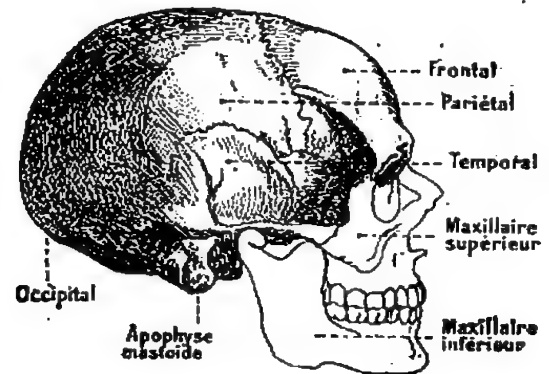

Fig. 132. — Les os de la tête humaine.
**3. Tête.** — Dans la tête (fig. 132), on distingue le *crâne* et la *face*.